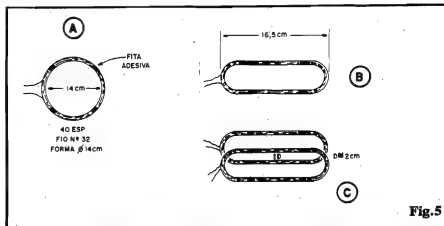
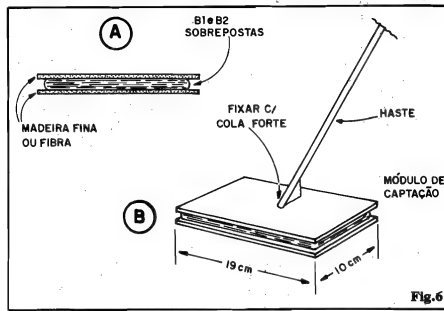

Fig.5
Fig.6
- FIG. 5 - A CONSTRUÇÃO DAS BOBINAS - Cada uma das duas bobinas idênticas, e composta de 40 espiras de fio de cobre esmaltado, primeiramente enroladas sobre uma forma circular com 14 cm. de diâmetro (pequenas diferenças, meio centímetro a mais ou a menos, não constituem problema...). Depois de formadas, as
- FIG. 6 - O SANDUÍCHE DE CAPTAÇÃO - Depois de formadas, ovalizadas e sobrepostas conforme fig. 5, o conjunto de bobinas deve ser "ensanduichado" en-
tre duas placas finas de madeira ou fibra (tipo "Duratex" ou similar). As medidas aproximadas das placas ficam em 19 x 10 cm, e a fixação geral do "sanduíche" deve ser feita por qualquer método que **não envolva** presenças metálicas (proibido usar pregos, parafusos, etc.). Toda a armação do conjunto deve ser feita com adesivo de epoxy ("Durepoxy") e/ou cola para madeira. Uma haste de madeira (um aproveitado cabo de vassoura é feito mas serve...) deve ser fixada, em pequeno ângulo de inclinação, à face superior do "sanduíche" (fig. 6-B), eventualmente usando-se como apoio um calço triangular... Novamente, evitar o uso de parafusos ou pregos de ferro (quando muito, alguns parafusos pequenos, de alumínio...). Quem quiser, poderá "blindar" as laterais do "sanduíche", contra a entrada de sujeira